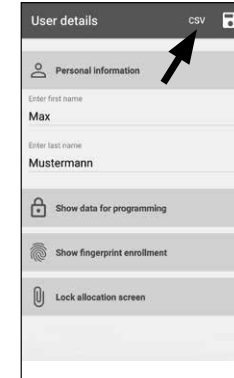

Abb. 70
- 2 Tippen Sie im Benutzermenü oben rechts auf „CSV“ (Abb. 70).